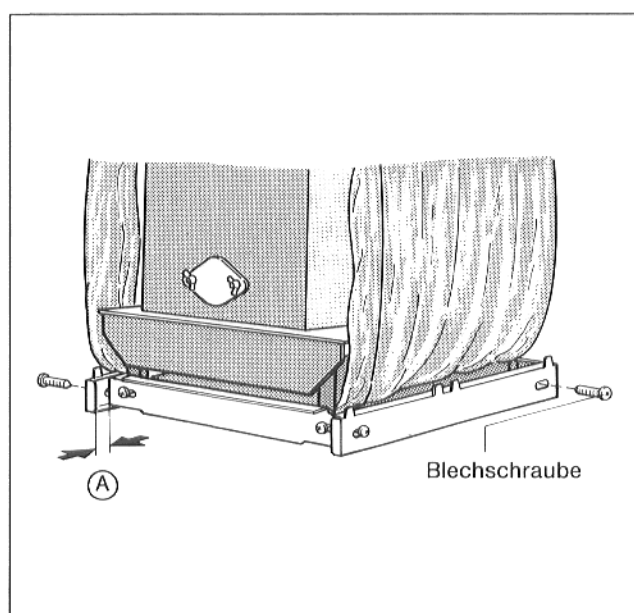

Abb. 10
- Rechte und linke Rahmenleiste mit je 2 Blechschrauben an vordere und hintere Rahmenleiste lose anschrauben (Abb. 10).